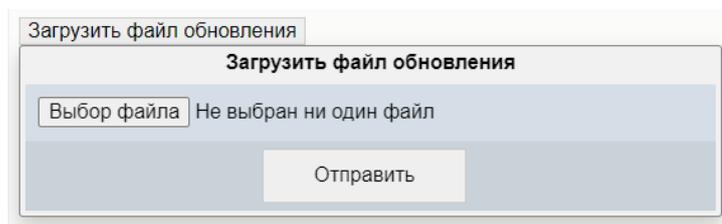

Рисунок 4.2 – Окно выбора файла обновления (резервной копии)
- 1) нажать кнопку «Загрузить файл обновления», после которого отобразится диалоговое окно загрузки файла обновления (см. рисунок 4.2);